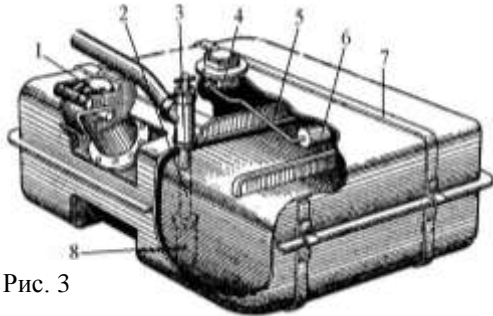

Рис. 3
8. Яка частина паливного бака позначена на рис. 3 цифрою 4?